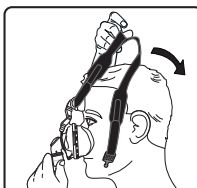

Figura 3
2. Deslice el arnés sobre su cabeza (Figura 3). Vuelva a conectar el enganche "Quick Clip" una vez que se haya colocado el arnés correctamente.